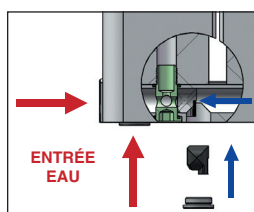

FIGURE 2
- (fig. 2) position de l'obturateur avec entrée eau à gauche du radiateur ou avec des tuyaux par le sol